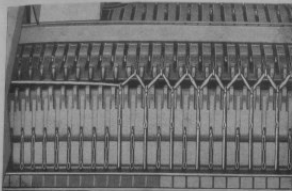

Рис. 22
- Каретки для образования ряда петель продвинуть с правой стороны на левую (рис. 22)